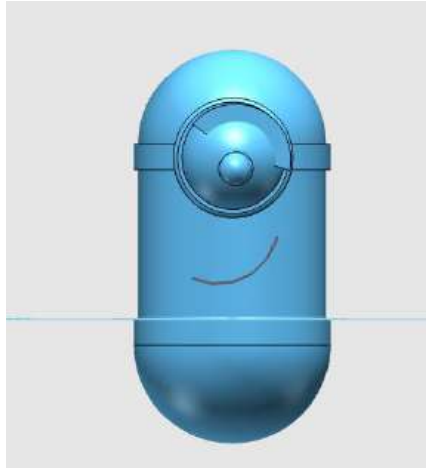

图 1-25
Step 25 点击确定，弧线绘制完毕，如下图 1-25 所示：